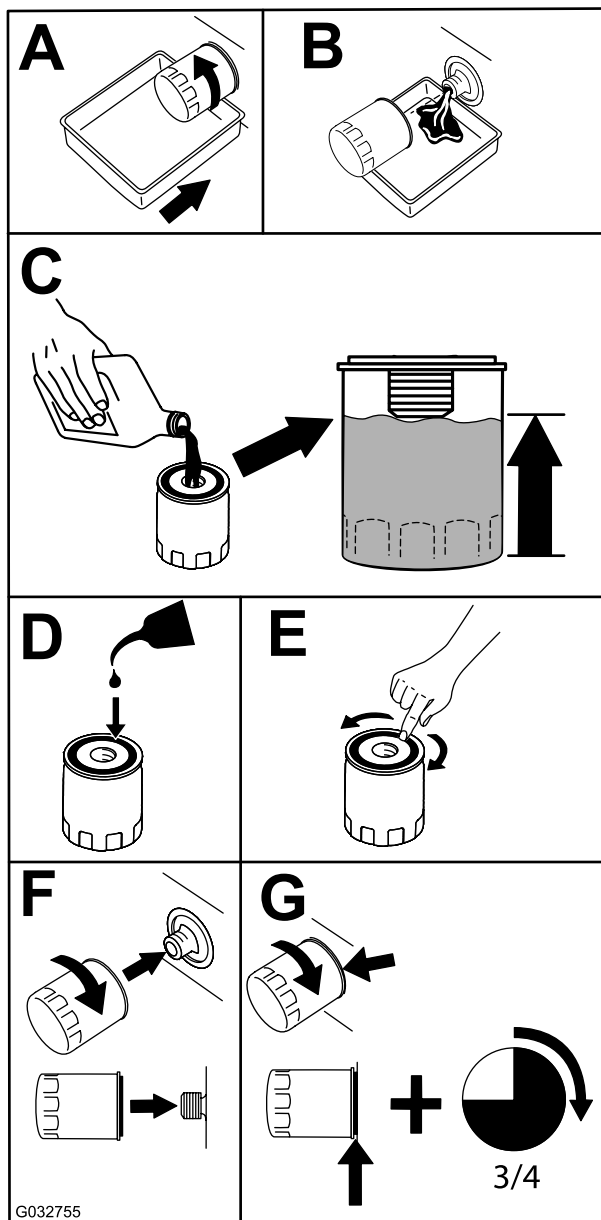

Figura 40
- Cambiate il filtro dell'olio del motore (Figura 40).